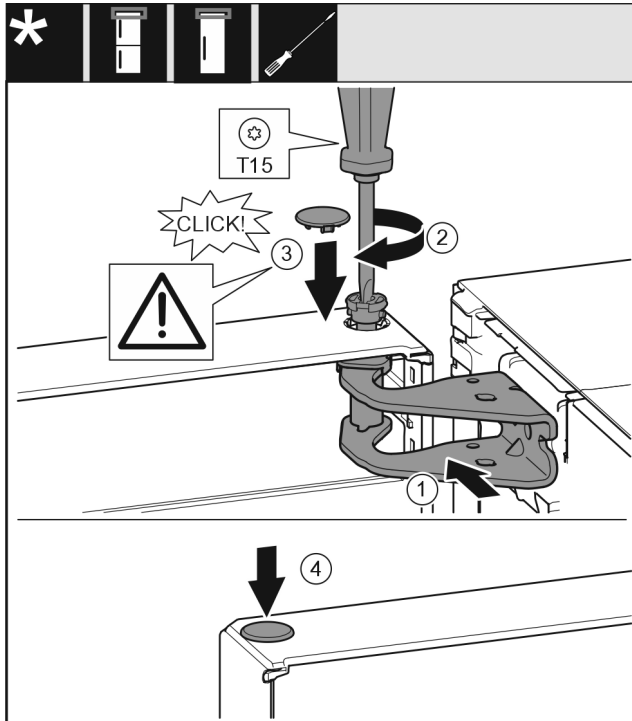

Fig. 23
- ▶ Выровняйте дверь сверху по отверстию в опорном кронштейне. Fig. 23 (1)
- ▶ Вставьте палец Fig. 23 (2) и затяните отверткой.
- ▶ Установите предохранительную крышку Fig. 23 (3) для защиты двери: вставьте предохранительную крышку и проверьте, прилегает ли она к двери. В ином случае вставьте палец полностью.
▶ Вставьте заглушку Fig. 23 (4).